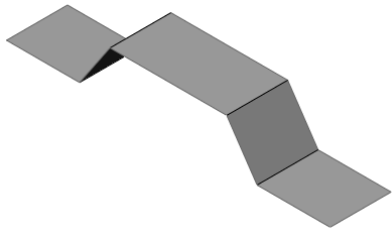

图 6-2 零件实体模型
- [1] 打开初始文件“Z6L1.prt”。零件实体模型如图 6-2 所示。